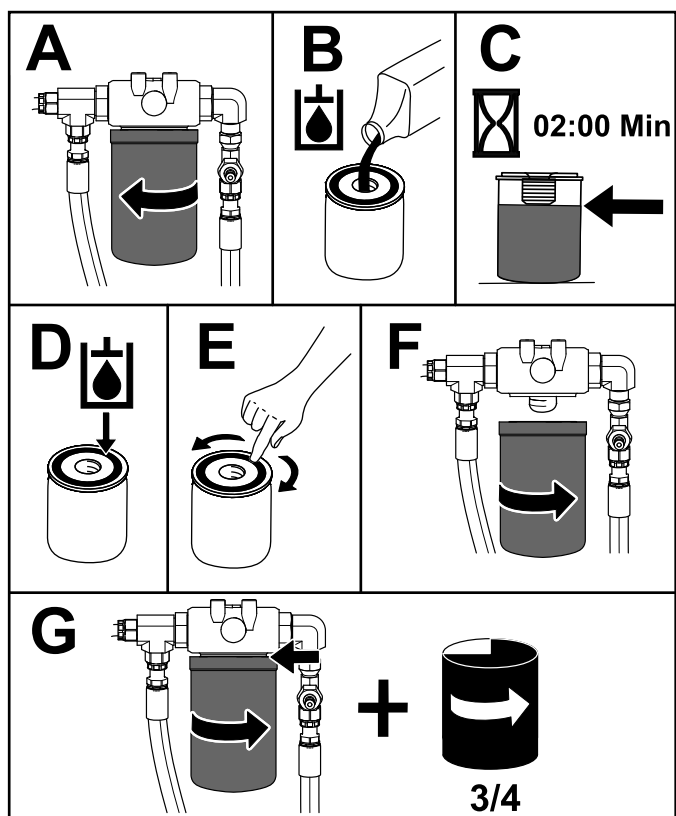

Рисунок 80
9. Поместите сливной поддон под задний фильтр, а затем замените фильтр (Рисунок 80).